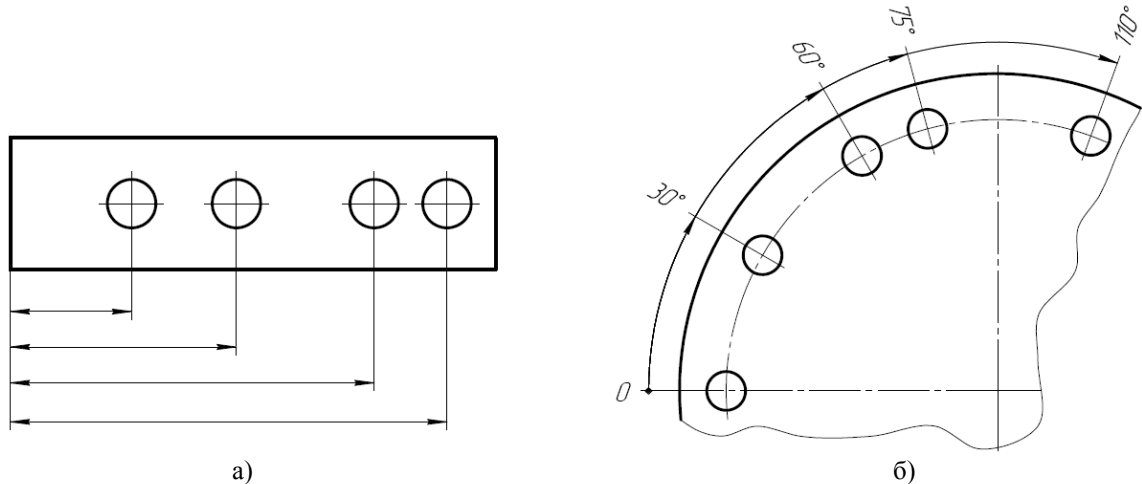

Рис.9.15. Нанесение размеров от общей базы (а). Нанесение размеров от отметки 0 (б).
5. Ряд смежных размеров можно наносить от общей базы, при большом количестве размеров рекомендуется проведение общей размерной линии от отметки «0» для линейных и для угловых размеров (рис.9.15.а, б).